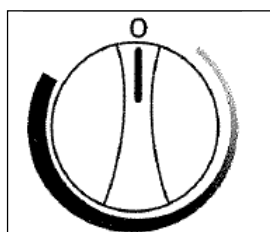

Fig. 2
- Para apagar el refrigerador para vinos, (no enfriar) gire la perilla de control a la posición "0" (apagado). **Vea la Fig. 2.** Gire el control a la posición "APAGADO" (0) para desconectar temporalmente el ciclo de enfriamiento. Cuando no se vaya a usar el refrigerador para vinos durante algún tiempo, desconéctelo de la corriente y deje la puerta abierta parcialmente.